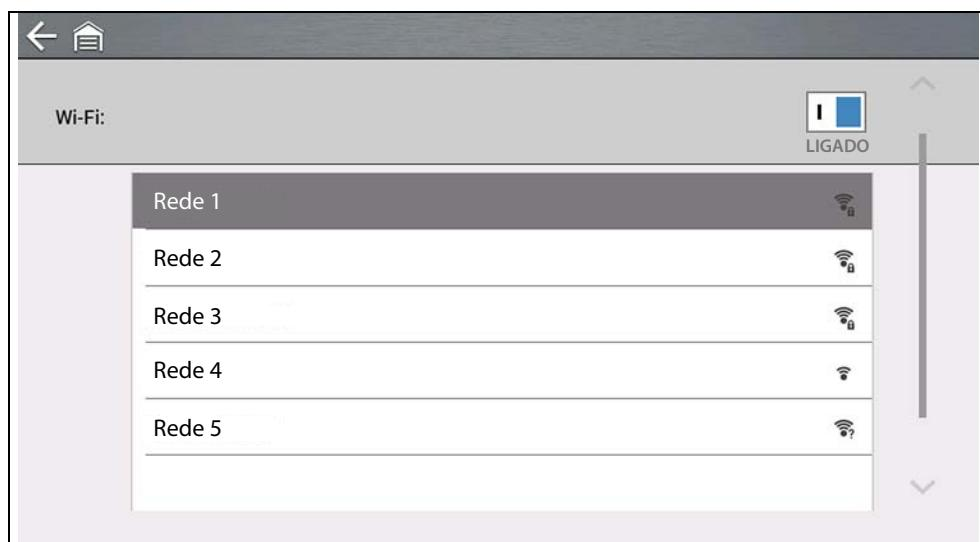

Figura 14-2
2. Para conectar, selecione sua rede entre as redes disponíveis (*Figura 14-2*).